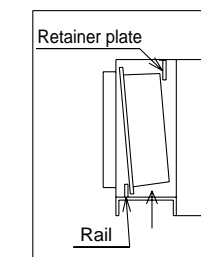

Fig.5
- (2) Insert the filter from the bottom. (Fig. 5)
- 下よりフィルターを差し込みます。(図5)